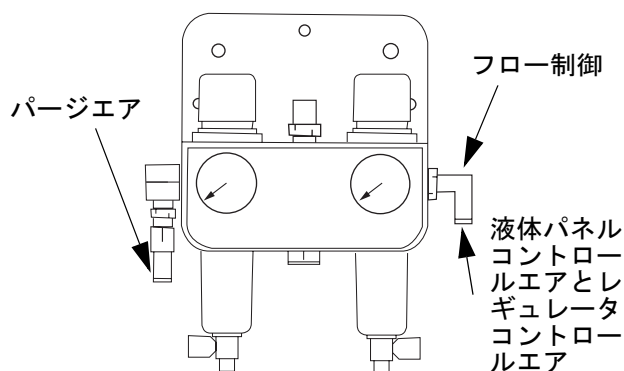

図. 13
- エアラインフィルタ: エア供給から排出されるオイル、水の濾過および塗料による汚染、ソレノイドの詰まり防止のため、10 ミクロンまたはこれよりも微細なエアフィルタの使用が推奨されます。図. 13 をご参照ください。